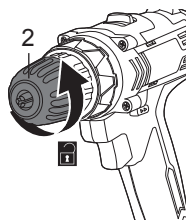

Fig. 1
- > Tournez le manchon du mandrin (2) dans le sens antihoraire jusqu'à ce que les mâchoires du mandrin s'écartent suffisamment pour permettre l'introduction de la mèche de perçage (fig. 1).